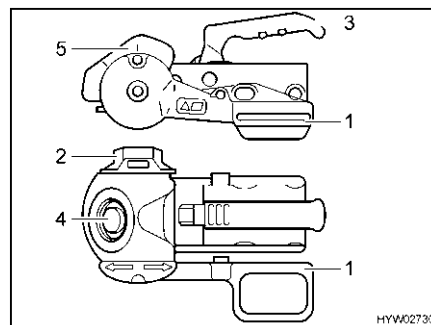

Fig. 2 Accouplement de sécurité AKS 1300
- Soulever complètement le levier de stabilisation (Fig. 2,1).
- Tourner à fond la molette de réglage (Fig. 2,2) vers la position d'ouverture.
- Tirer la poignée d'attelage (Fig. 2,3) vers le haut.
- Effectuer un contrôle visuel : Le cylindre vert de l'indicateur de sécurité (Fig. 2,4) doit être allumé.
- Pousser le levier de stabilisation vers le bas jusqu'à ce que le repère se trouvant sur le levier de stabilisation corresponde avec celui se trouvant sur le carter de stabilisation (Fig. 2,5).